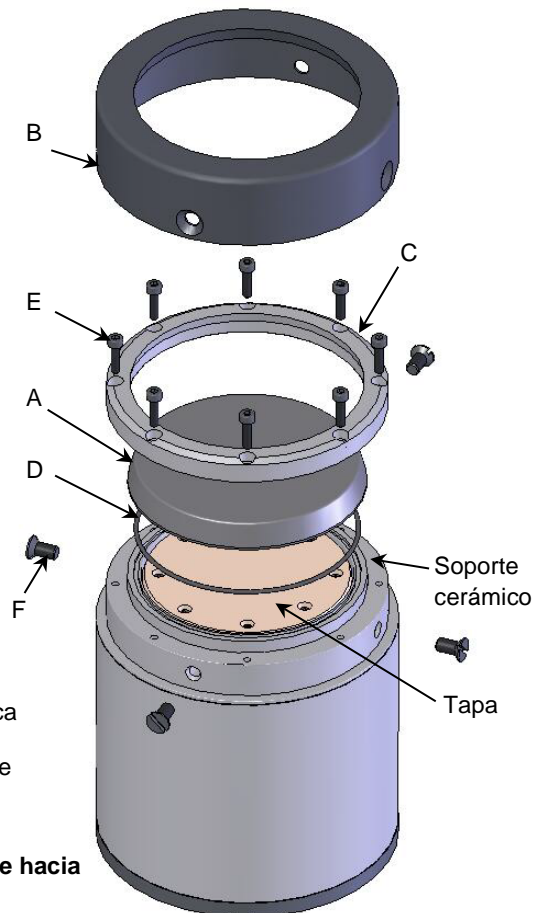

Imagen 1
1. Limpie y elimine la grasa de la tapa, el soporte cerámico, el anillo de retención cerámico (C) y el disco cerámico (A).
2. Engrase ligeramente la junta tórica (D) y colóquela en la ranura de la parte superior del soporte cerámico.
3. Coloque el disco cerámico (A) en el centro de la junta tórica (Imagen 1).
4. Coloque el anillo de retención (C) sobre el disco cerámico (A). Aplique una pequeña cantidad de algún fijador de roscas de baja resistencia (por ejemplo, Loctite 222) en los 8 tornillos (D).